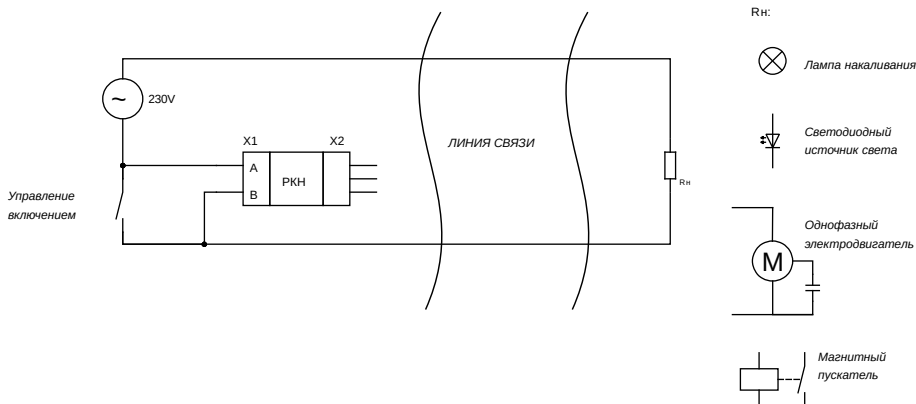

Рисунок 3
4.7.2 Использование Реле для контроля включения удаленной нагрузки (лампа накаливания, светодиодный источник, пускатель, электродвигатель) на рис. 3.
Пояснение к рис. 3: